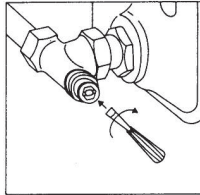

Bild 3
- 1.4 Zuletzt Hohlsschraube mit Schraubendreher durch Rechtsdrehen bis zum Anschlag schrauben (Bild 3, nur „Combi 4 und C“).
**Wichtig:** Bei nachträglicher Veränderung der Voreinstellung sollte erst mit dem Schraubendreher (Bild 3) durch kurze Linksdrehung die Hohlsschraube gelöst werden. Dann Änderung der Voreinstellung mit dem Sechskantschlüssel SW 4 (1).